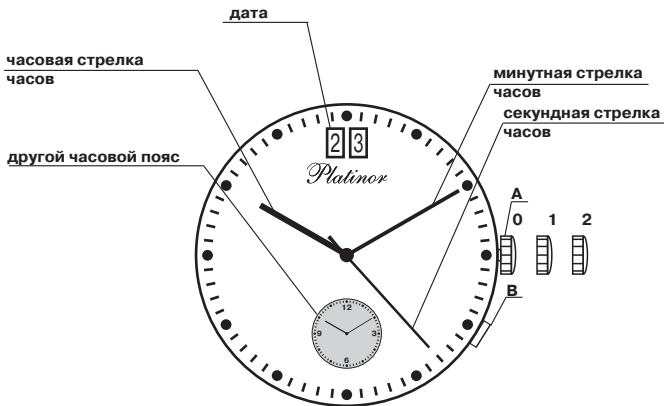

Рис. 12
- Выдвинуть заводную головку "А" в положение 2 (здесь и далее – рис. 12).